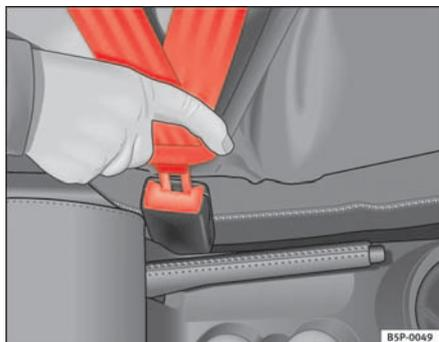

Fig. 12 Bloccetto di aggancio e linguetta della cintura di sicurezza
- Inserire la linguetta della cintura nel bloccetto di aggancio del sedile corrispondente facendole effettuare lo scatto d'innesto ⇒ fig. 12.